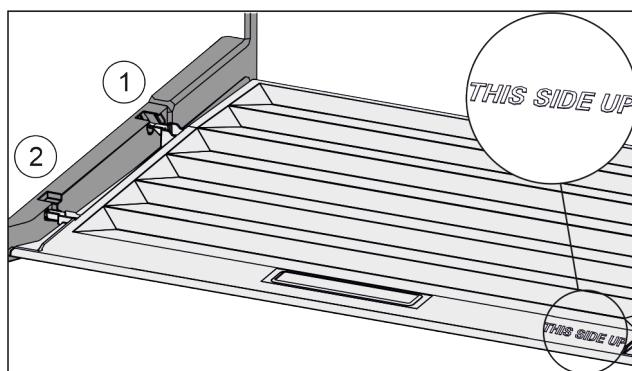

Fig. 33
- Пъхнете шийките на капака през отвора в задния държач Fig. 33 (1) и фиксирайте отпред в държача Fig. 33 (2).